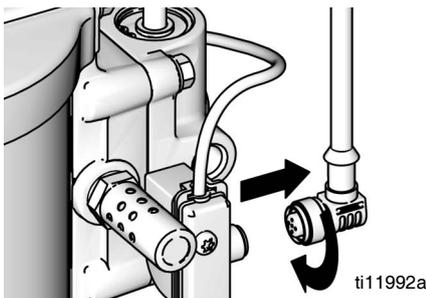

FIG. 10. Desligar o DataTrak
1. Retire o cabo da parte posterior da montagem do interruptor de lâminas. Consulte a FIG. 10.